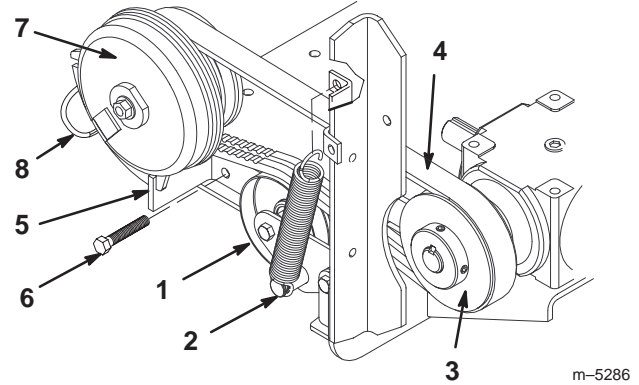

Bild 85
2. Halten Sie die unter Federdruck stehende Spannscheibe mit einem Lappen oder einem wattierten Handschuh gegen den Treibriemen und ziehen die Feder nach unten, um sie vom Spannscheibenbolzen zu entfernen (Bild 85).
3. Senken Sie die Spannscheibe ab, um den Zapfwellen-Treibriemen zu entspannen und ziehen den Riemen von der Getriebe-Riemenscheibe ab (Bild 85).
4. Entfernen Sie die Befestigungsschrauben des Kupplungsanschlages und ziehen den Kupplungsanschluss aus dem Kabelbaum (Bild 85). Entfernen Sie den Treibriemen über der Kupplung.
6. Halten Sie die unter Federdruck stehende Spannscheibe gegen die Riemen und ziehen die Feder nach unten, um sie auf dem Spannscheibenbolzen zu montieren (Bild 85).
7. Montieren Sie den Kupplungsanschlag (Bild 85). Ziehen Sie die Befestigungsschrauben fest.